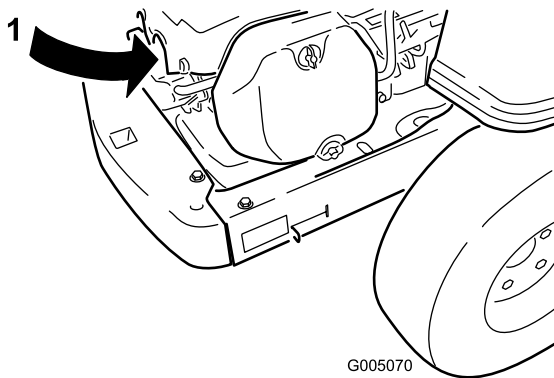

Figura 30
- Retire el cable de la bujía (Figura 30). Limpie alrededor de la bujía para evitar que entre suciedad en el motor y pueda causar daños.
3. Conecte el cable a la bujía (Figura 30).